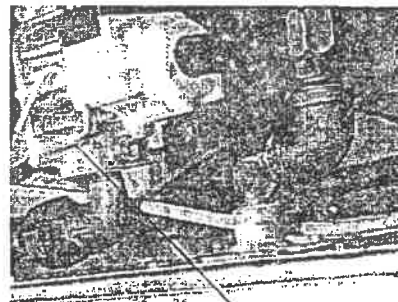

Figura 5
1. Desaperte o tubo de ventilação da válvula de gás. (Veja a Figura 5)